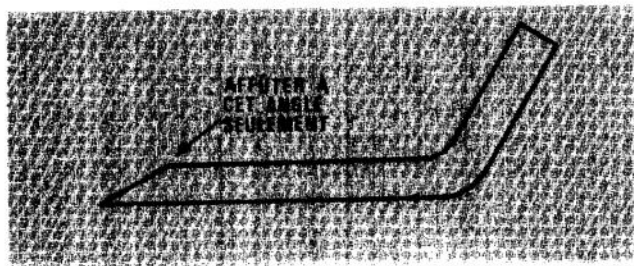

Figure 26
4. A l'aide d'une lime, aiguisiez le tranchant aux deux extrémités de la lame (Fig. 26).
IMPORTANT: Aiguisiez le côté supérieur de la lame et maintenez l'angle de coupe original pour assurer un bord de coupe bien tranchant (Fig. 26). La lame restera équilibrée si vous enlevez la même quantité de métal à chaque extrémité de la lame.